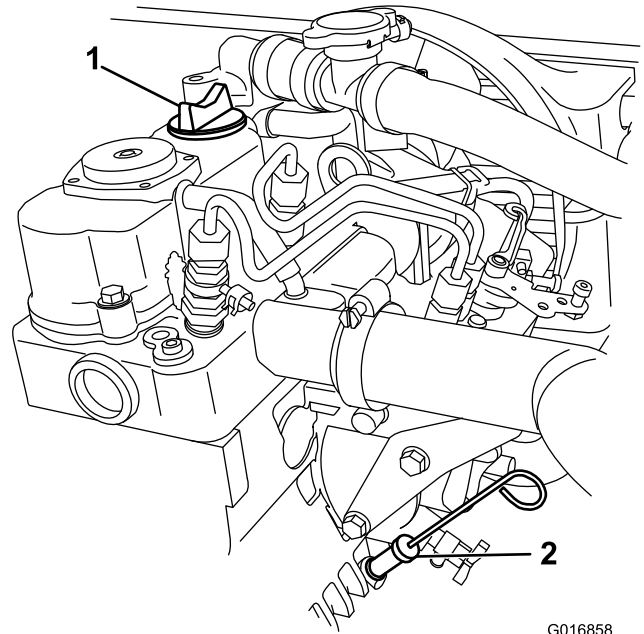

Figura 17
3. Utilize um pano para limpar a zona em redor da vareta de óleo (Figura 17), para evitar que entre sujidade no orifício da vareta e possíveis danos no motor.
5. Volte a colocar a vareta completamente no tubo da vareta (Figura 17).
6. Retire a vareta do óleo e verifique a extremidade (Figura 17).
7. Insira a vareta do óleo e coloque-a com firmeza (Figura 17).